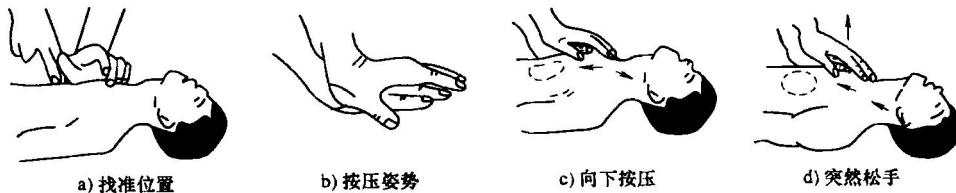

图 1-1-4 人工胸外按压抢救法
(3) 人工胸外按压抢救法 当触电者虽有呼吸但心脏停止，应采用人工胸外按压抢救法刺激心脏起搏，每分钟做 60 次左右，利用上身的重力，垂直将胸骨压陷 3~5cm，如图 1-1-4 所示。